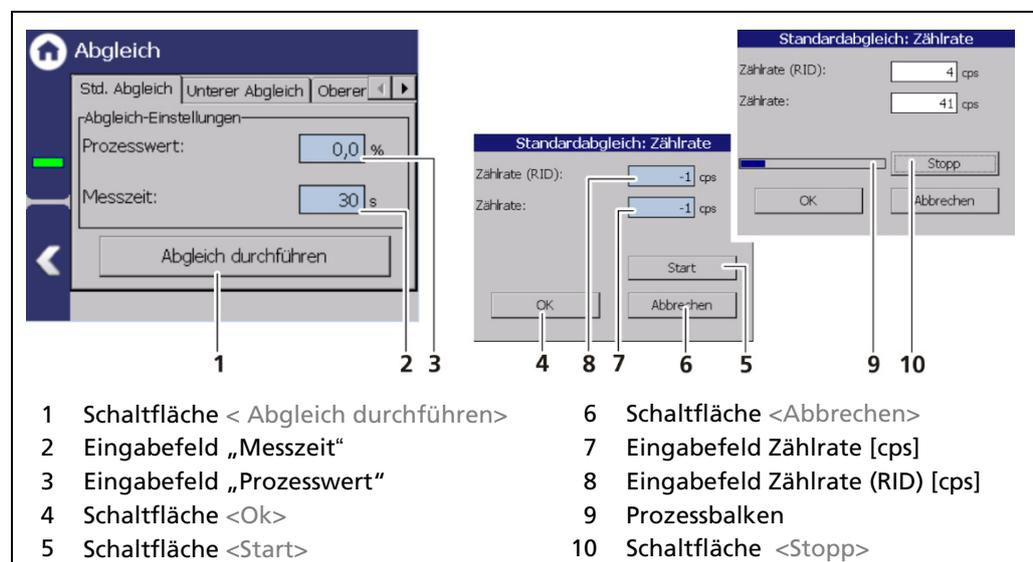

Abb. 87 Standardabgleich
1. Klicken Sie auf das Feld „Prozesswert“ (Abb. 87, Pos.3), um das Eingabefeld zu öffnen.
3. Klicken Sie auf das Feld „Messzeit“ (Abb. 87, Pos.2) und geben Sie die Dauer
4. Klicken Sie auf die Schaltfläche <Abgleich durchführen> (Abb. 87, Pos.1).
5. Klicken Sie auf die Schaltfläche <Start> (Abb. 87, Pos.5), um die Messung zu starten.
6. Klicken Sie auf die Schaltfläche <OK> (Abb. 87, Pos.4), um die Werte zu bestätigen.